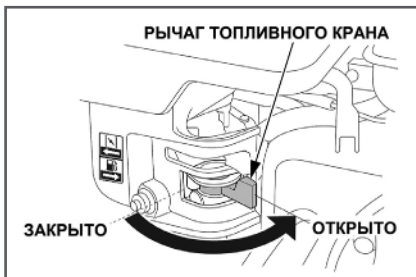

Рис. 16 Рычаг топливного крана РС6337F
- Откройте топливный кран переводом рычага вправо (только для РС6337F) (Рис. 16).